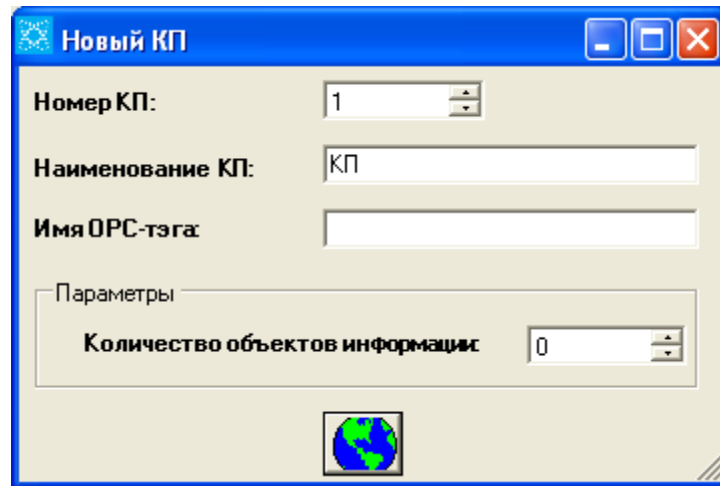

Рисунок 15. Окно задания свойств КП
- 2) В появившемся контекстном меню выберите пункт «Создать КП». В результате откроется окно «Свойства КП» (см. рисунок 15).